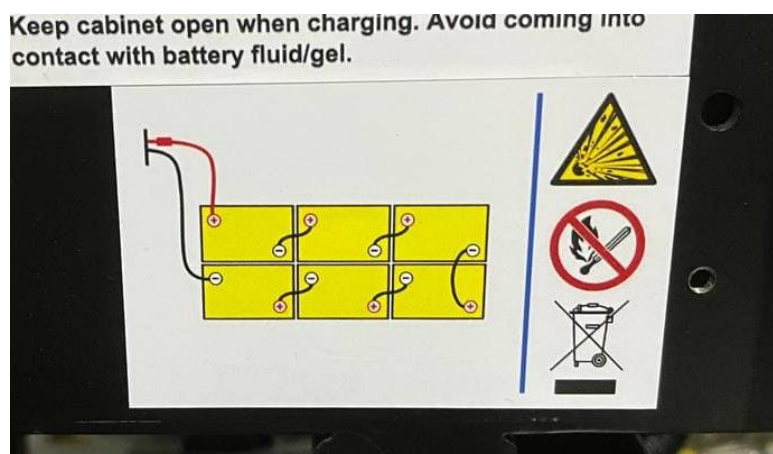

Fig. 6
8. Reportez-vous au schéma de connexion collé sur le rack à batteries pour connecter les batteries. (Fig. 6).